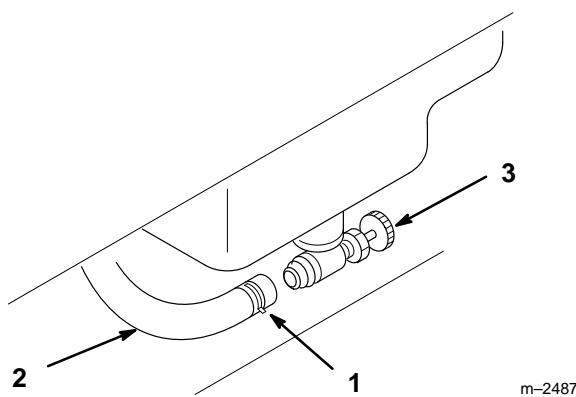

Abbildung 43
3. Die Schlauchklemme lösen und an der Kraftstoffleitung nach oben vom Kraftstoffhahn weg schieben (Abb. 43).
4. Die Kraftstoffleitung vom Kraftstoffhahn herunterziehen (Abb. 43). Dabei läuft etwas Kraftstoff aus dem Schlauch heraus. Einen Schlauch mit 8 mm (5/16") Innendurchmesser am Kraftstoffhahn anbringen, um das Ablassen des Kraftstoffs in einen Behälter zu erleichtern.
5. Die Kraftstoffleitung am Kraftstoffhahn anbringen. Die Schlauchklemme neben den Kraftstoffhahn schieben, um die Kraftstoffleitung zu sichern (Abb. 43). Der Kraftstoffhahn sollte normalerweise offen gelassen werden, außer für Wartungsarbeiten an der Kraftstoffanlage oder beim Transport des Traktors auf einem Anhänger.